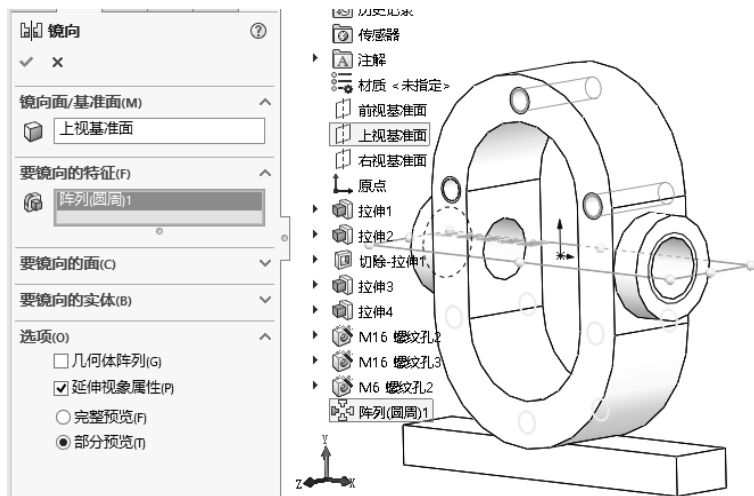

图 10-95 镜像实体
**05** 镜像实体。选择菜单栏中的“插入”→“阵列/镜像”→“镜像”命令，或单击“特征”控制面板中的“镜像”按钮，系统弹出“镜像”属性管理器；选择“上视基准面”作为镜像面，选择“阵列(圆周)1”特征作为要镜像的特征，如图 10-95 所示，最后单击“确定”按钮.